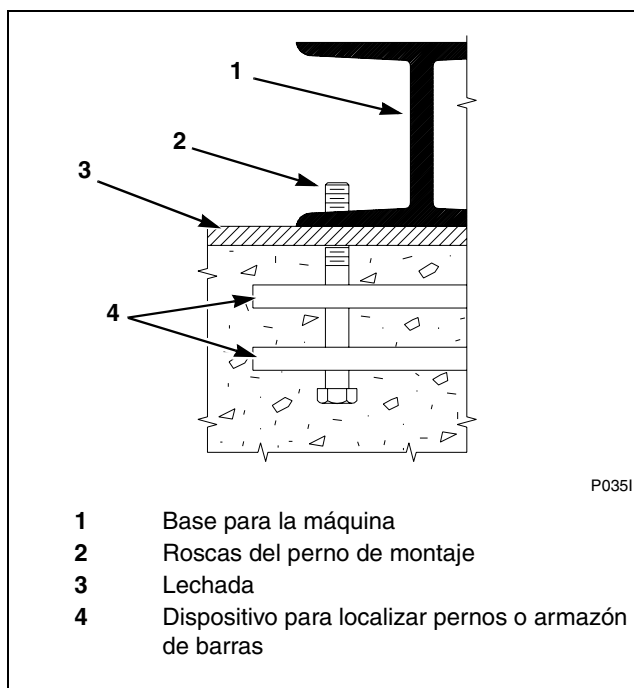

Figura 10
**NOTA:** Para los modelos de 80 y 125 libras, se dispone de un dispositivo para localizar pernos o un armazón de barras de armadura como opción. Éste está diseñado para incorporarse en concreto. Consulte la *Figura 10*.